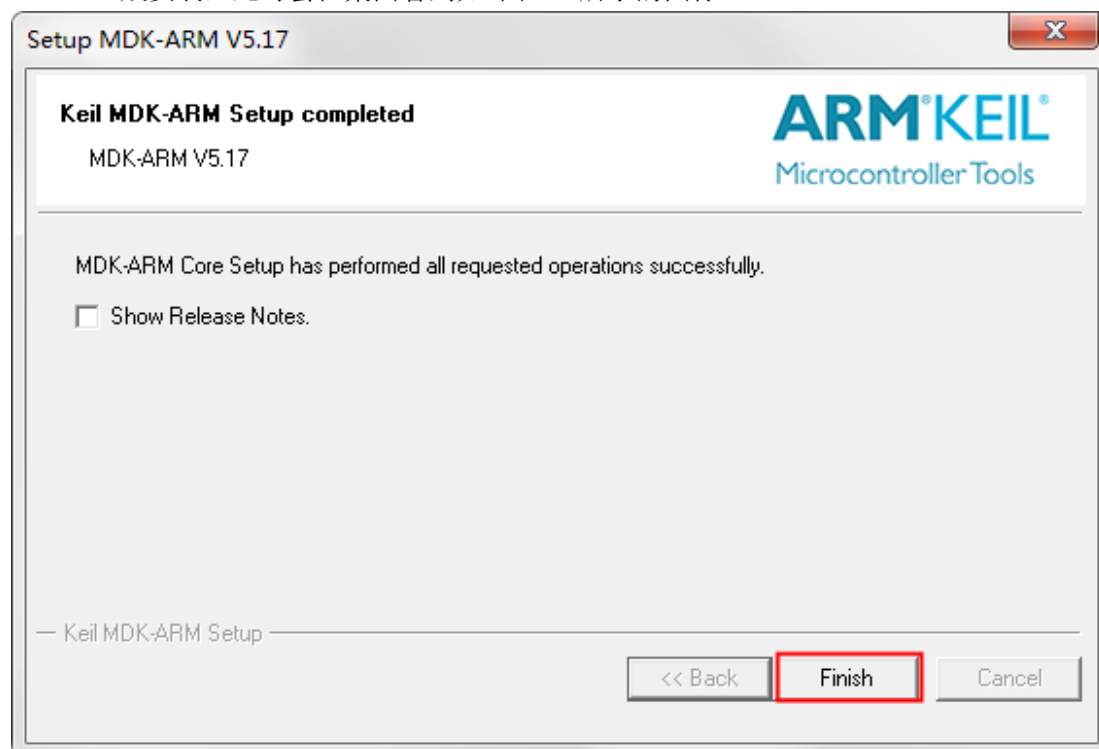

图 2.10 安装完成
- (6) 在安装这程结束之后，弹出如图 2.10 所示的对话框，如果不需要查看发行版本相关的说明，可以取消默认勾选上的【Show Release Notes】，然后点击【Finish】完成安装，此时会在桌面看到如图 ?? 所示的图标。